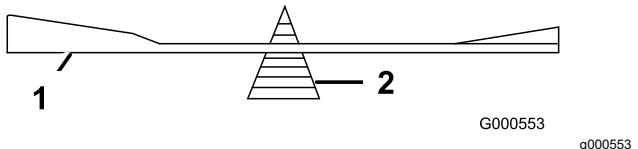

Figure 92
2. Vérifiez l'équilibre de la lame en la plaçant sur un équilibrEUR (Figure 92).